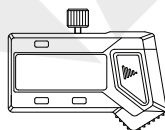

fig.3
---Fermer le couvercle de la pile (fig.3).